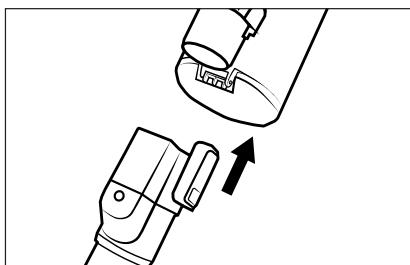

Fig. 1
- 1) Sæt sugerøret ② på produktet, indtil det klikker hørbart på plads (se fig. 1).